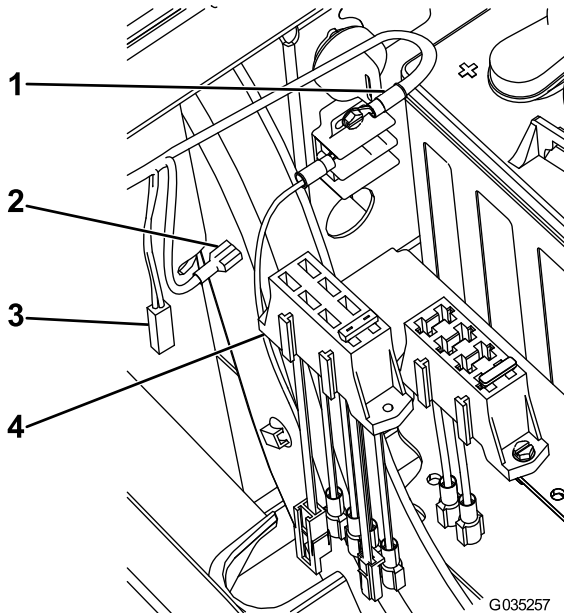

Bild 17
- Rasten Sie den neuen Sicherungsblock am vorhandenen Sicherungsblock an der Maschine ein (**Bild 17**), **gilt für Maschinen bis Baujahr 2018**.
- Schließen Sie den großen Anschluss am neuen Sicherungsblock am optionalen Stromkabel am vorhandenen Sicherungsblock an (**Bild 17**).
- Schließen Sie das verbleibende Kabel an das gesicherte Kabel am neuen Sicherungsblock an (**Bild 17**).